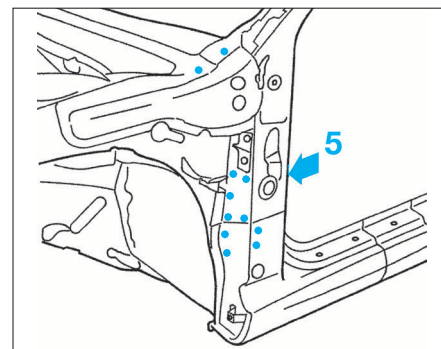

FIG. 52
- Souder par points bouchons à l'arc sous gaz protecteur (5) (Fig.52).